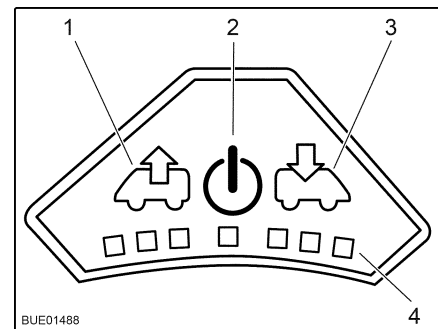

Fig. 51 Panneau de commande du ventilateur
- Appuyer sur la touche Marche/Arrêt (Fig. 51,2). Le ventilateur fonction en mode confort (aération à faible vitesse de rotation).
- Pour augmenter la vitesse de rotation du ventilateur : appuyer sur la touche Ventiler (Fig. 51,1). La vitesse de rotation du ventilateur augmente d'un niveau de puissance dans le sens de l'échappement. Les DEL (Fig. 51,4) montrent les niveaux de puissance.
- Pour réduire la vitesse de rotation du ventilateur : appuyer sur la touche Aérer (Fig. 51,3). La vitesse de rotation du ventilateur diminue d'un niveau de puissance.
- Pour augmenter la vitesse de rotation du ventilateur : appuyer sur la touche Aérer (Fig. 51,3). La vitesse de rotation du ventilateur augmente d'un niveau de puissance dans le sens de l'aération. Les DEL (Fig. 51,4) montrent les niveaux de puissance.
- Pour réduire la vitesse de rotation du ventilateur : appuyer sur la touche Ventiler (Fig. 51,1). La vitesse de rotation du ventilateur diminue d'un niveau de puissance.
- Appuyer sur la touche Marche/Arrêt (Fig. 51,2). Le ventilateur s'arrête, les DEL s'éteignent.